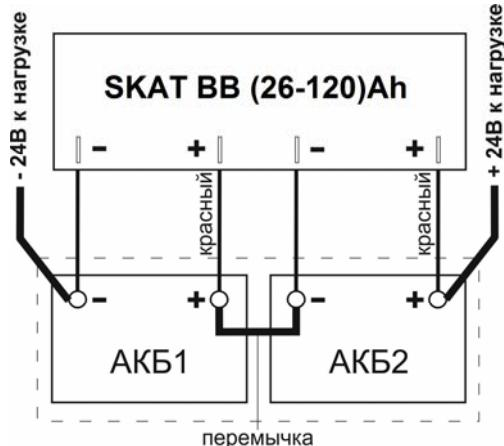

Рисунок 5 – Схема подключения с 2-мя АКБ
ВНИМАНИЕ! Сечение и длина соединительных проводов (толстые линии на рис.5,6) от АКБ к нагрузке должны соответствовать максимальным токам потребляемым нагрузкой
- Подключить перемычки АКБ из комплекта поставки к клеммам на плате внутри корпуса изделия - красный провод к клеммам «+», черный (синий) к клеммам «-» (см. рисунок 5);